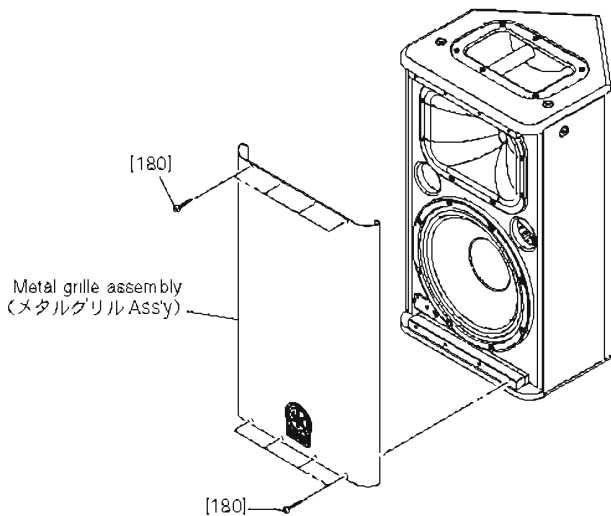

Fig. 1 (図 1)
- 1-1. Remove the eight (8) screws marked [180]. The metal grille assembly can then be removed. (Fig. 1)
- 1-1. [180] のネジ 8 本を外して、メタルグリル Ass'y を外します。(図 1)